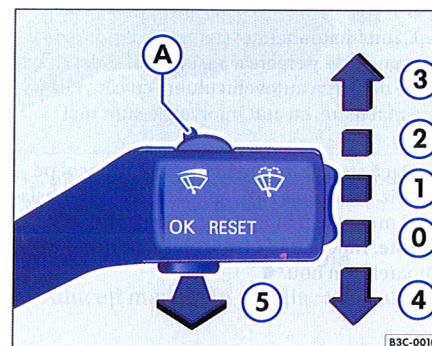

Fig. 51 Manetă pentru acționarea ștergătoarelor
⇒ fig. 51 are următoarele poziții:
- Când ștergătoarele funcționează în treapta ⇒ pagina 67, fig. 51" ② sau ③ și autovehiculul reduce viteza, se va selecta automat o poziție inferioară de ștergere. Dacă viteza se mărește, se va reveni la poziția anterioară.
După punerea contactului, la prima și la fiecare a cincea acționare a instalației de spălare a parbrizului se vor șterge și farurile, dacă maneta ștergătoarelor ⇒ pagina 67, fig. 51" ⑤ este acționată înspre volan – lumina de întâlnire sau de drum trebuie să fie aprinsă. La intervale regu-